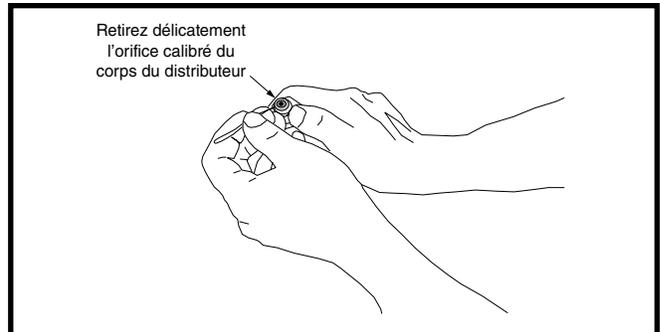

Figure 3. Démontage de l'orifice
2. Insérez un crochet en fil métallique léger entre le corps du distributeur et l'orifice d'étranglement en prenant soin de ne pas égratigner ces pièces. Retirez délicatement l'orifice calibré du corps du distributeur. Voyez la Figure 3.